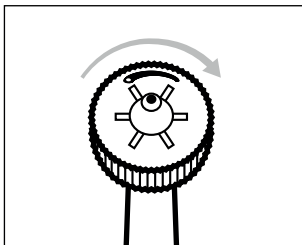

Fig. 6
- ◆ Avec les doigts, tournez le régulateur de canule **1** dans le sens horaire pour obtenir multi-jet qui masse des gencives (voir fig. 6 et 7).